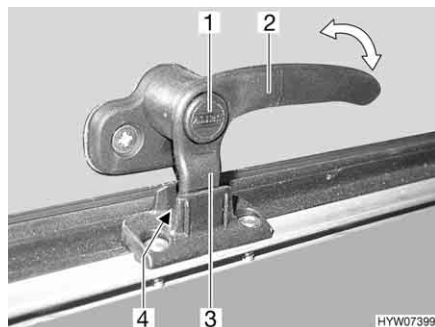
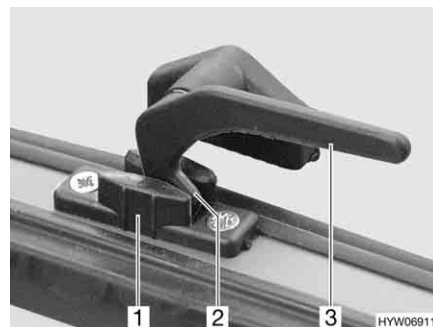

Fig. 82 Palanca de bloqueo con botón de seguridad en la posición de "ventilación continua"
Fig. 83 Palanca de bloqueo en la posición de "ventilación continua"
- En la posición "ventilación continua" (Fig. 82 y Fig. 83)
- Si existe, pulsar el botón de seguridad (Fig. 82,1) y mantenerlo pulsado.
- Girar la palanca de bloqueo (Fig. 82,2 ó Fig. 83,3) un cuarto de vuelta hacia la mitad de la ventana.
- Girar de nuevo hacia atrás la palanca de bloqueo. El saliente de bloqueo (Fig. 82,3 ó Fig. 83,2) de la palanca de bloqueo se ha de introducir para ello en el rebaje del bloqueo de la ventana (Fig. 82,4 ó Fig. 83,1).
- Si existe, soltar el botón de seguridad (Fig. 82,1).